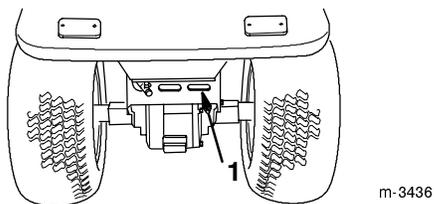

Figure 9
5. Le capot de la boîte-pont arrière joue un rôle de prise d'air pour le refroidissement de la transmission. Le débarrasser des débris avant toute utilisation du tracteur (Fig. 9).